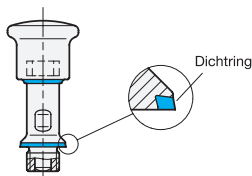

Abb. 1
- Es ist darauf zu achten, dass der Rastbolzen nur in Verbindung mit dem mitgelieferten Dichtring eingesetzt wird. Die Dichtung ist kegelig ausgeformt. Es ist daher auf die richtige Einbaulage zu achten (Abb. 1).
- Die Einbaulage, wie in Abb. 1 zu sehen, garantiert ein selbständiges Abfließen von Flüssigkeiten.